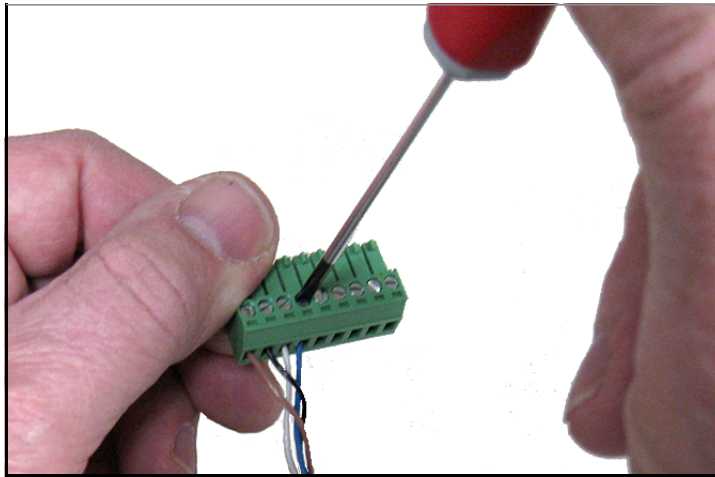

Figure 28: Verdrahtung des Kabels mit dem Stecker
3. Beachten Sie *Table 1* unten und *Figure 28 on page 24*, um das Ende des Messkopfkabels mit den vier Leitern an die untere Klemmenleiste (Stifte 10, 11, 12 und 13) anzuschließen.